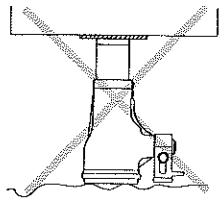

図.8
- b) ジャッキを設置する場所は地盤及び被上物の負荷耐力のあることを確かめ、ジャッキの荷重に対して垂直に据え付け、負荷重心に対して安定して扱上できるようにジャッキを設置して下さい。(図.8参照)